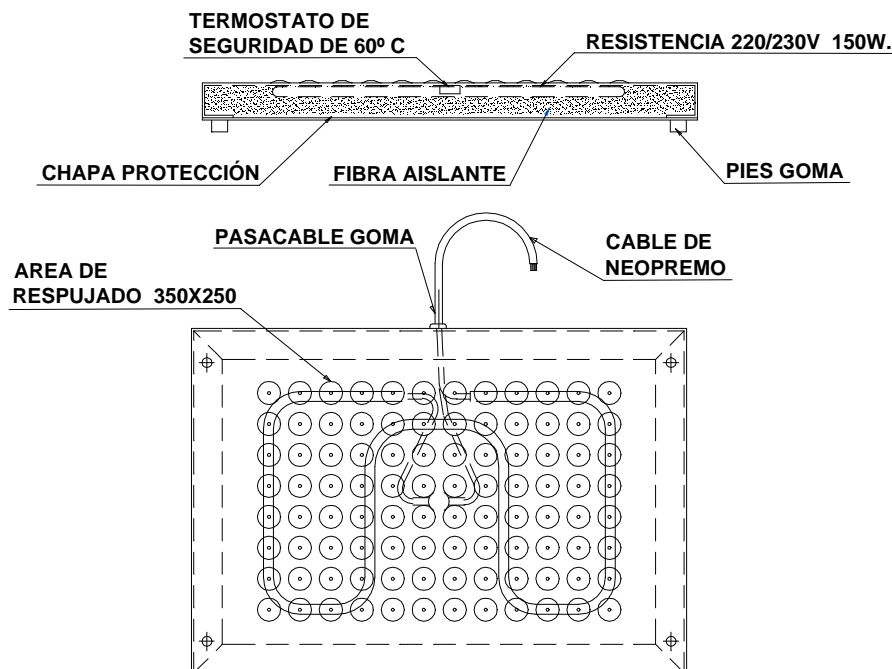

Figura A-16. Calentador de piso
A.3.3 Calentador de Piso (Figura A-16)